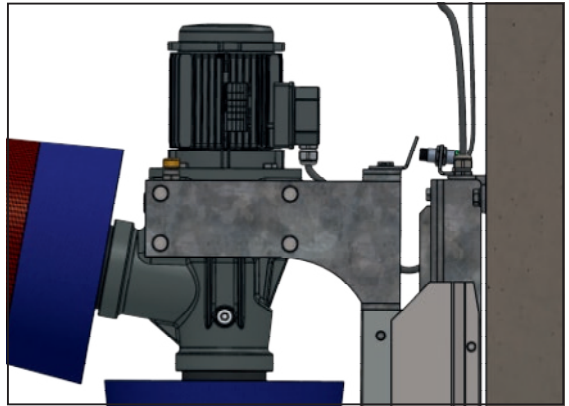

Bild 6: Kabellängd A-B = 55 cm, sensoravstånd 8 – 10 mm
7. Kontrollera sensorns avstånd till kopplingsflänsen (bild 6).